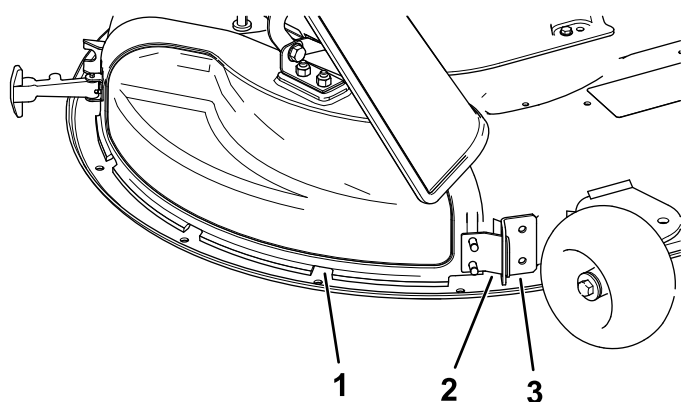

Figura 13
5. Inclinate la linguetta metallica presente sul coperchio dello scarico per estrarla dalla fessura nella staffa saldata sul piatto di taglio (Figura 13).